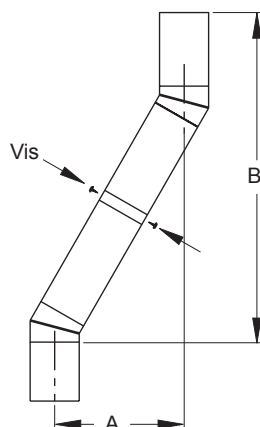

Figure 11 - Coude de décalage
Continuez à assembler les sections de cheminée comme mentionné en vous assurant que le conduit intérieur et le conduit extérieur sont verrouillés l'un à l'autre. Lors de l'installation d'une cheminée à double paroi encastrable, il est important de s'assurer que le joint entre chacune des sections est verrouillé. Après avoir verrouillé une section, tirez-la vers le haut pour vérifier. La cheminée ne se séparera pas si le joint est correctement verrouillé. Il n'est pas nécessaire d'ajouter de vis pour garder réunie la cheminée (exception : voir figure 11, page 10).
4. Tous les raccords de conduit entre le décalage et le retour doivent être fixés à l'aide de deux vis sur le conduit extérieur uniquement (voir figure 11, page 10). Ne percez pas le conduit intérieur en acier inoxydable.